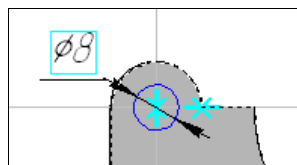

Рис. 18.26. Эскиз окружности диаметром 8
- ◆ выделите боковую грань и в центре выреза по сечениям создайте эскиз окружности диаметром 8 (рис. 18.26);